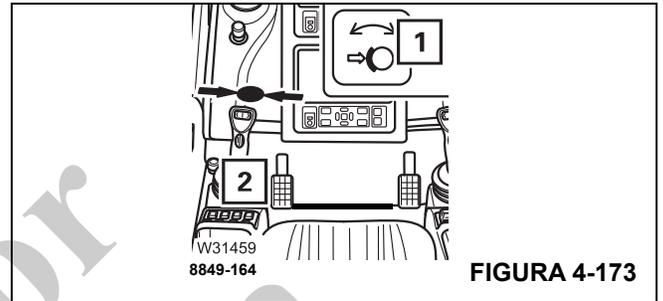

FIGURA 4-173
La luz (1), (Figura 4-173), se ilumina si se ha aplicado el freno de giro.